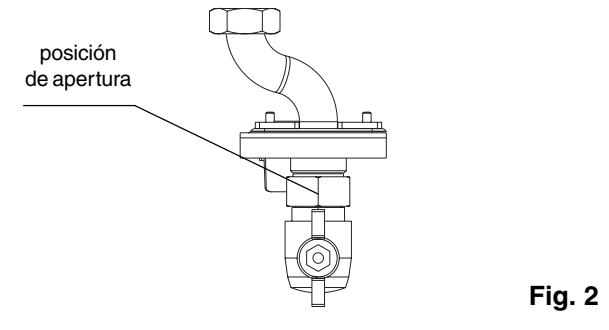

Fig. 2
- Abrir la llave del gas, situada debajo de la caldera girándola en sentido contrario a las agujas del reloj con el fin de permitir el paso del gas (fig. 2)